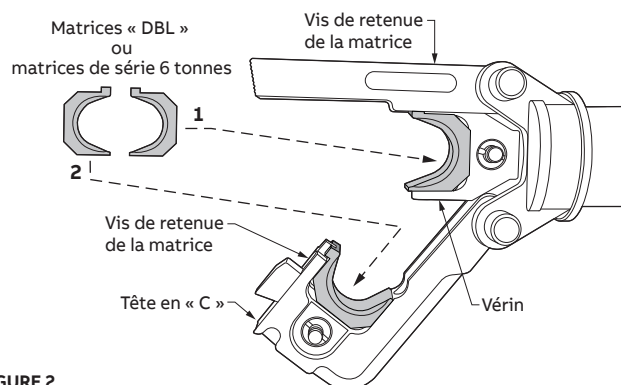

FIGURE 2
4. Desserrez les deux vis de retenue de la matrice. Insérez une moitié de la matrice dans la tête en « C », puis insérez l'autre moitié de la matrice du côté du vérin (voir la figure 2). Serrez les vis de retenue de matrice.
5. L'outil accepte également les matrices de type « W » de Burndy. Avant de pouvoir utiliser des matrices de type « W » de Burndy, il faut d'abord installer le jeu de matrices « DBL » en suivant l'étape 2. Les matrices de type « W » sont ensuite installées sur les matrices « DBL » et sont fixées en place au moyen des goupilles à ressort (voir la figure 2).